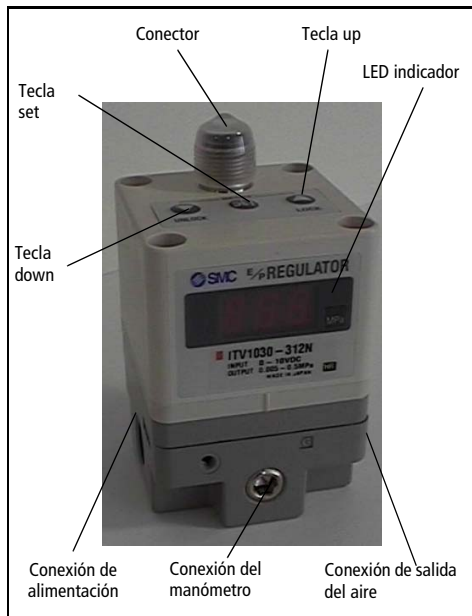

Fig 1
- Para ajustar la presión mínima (en el indicador LED aparece F-1) utilice las teclas up/down (Fig 1) luego presione la tecla 'Set' (Fig 1) para 'fijar' el ajuste.
- Para ajustar la presión máxima (en el indicador LED aparece F-2) utilice las teclas up/down (Fig 1) luego presione la tecla 'Set' (Fig 1) para 'fijar' el ajuste.
- Para ajustar la salida digital 1 (en el indicador aparece P-1) utilice las teclas up/down (Fig 1) luego presione la tecla 'Set' (Fig 1) para 'fijar' el ajuste.
- Para ajustar la salida digital 2 (en el indicador aparece P-2) utilice las teclas up/down (Fig 1) luego presione la tecla 'Set' (Fig 1) para 'fijar' el ajuste.
Si se presiona cualquier tecla, en el display (Fig.1) parpadea la indicación 'Loc'.
- 1) Presione la tecla 'Down' (Fig 1) durante más de 2 segundos.
- 3) Presione la tecla 'set' (Fig 1) para bloquear.
**Nota: Para anular, presione la tecla 'Up' (Fig 1).**
- 1) Presione la tecla 'Up' (Fig 1) durante más de 2 segundos.
- 3) Presione la tecla 'Set' (Fig 1) para bloquear.
**Nota: Para anular, presione la tecla 'Down' (Fig 1).**
Si el equipo ITV1000 detecta alguna anomalía el indicador LED (Fig 1) muestra 'Er' seguido de un código. Desconecte la alimentación, averigüe el problema y resuélvalo. Tras corregir el fallo, reinstaure la alimentación eléctrica.
Presione las teclas 'Up' y 'Down' (Fig 1) conjuntamente durante más de 3 segundos. El indicador muestra 'RES'. Para que las presiones mínima y máxima y las salidas digitales P1 y P2 vuelvan a su condición inicial, libere las teclas.
Nota: Si la fuente supera los 30mA el sensor se visualizará en el indicador LED (Fig 1) mostrando 'Er 5'.